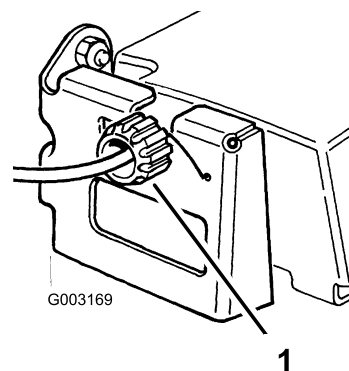

Figure 32
2. Tournez le bouton de commande de 1/2 tour dans le sens horaire si la machine n'avance pas automatiquement. Si la machine a tendance à avancer, tournez le bouton de 1/2 tour dans le sens antihoraire pour détendre la courroie (Figure 32).